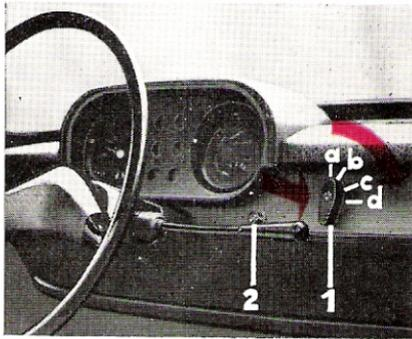

Bild 14
Die **Scheibenwischer** können durch Drehen des Schalters (1) in Uhrzeigerichtung betätigt werden (Bild 14). Es stehen zwei Dauergeschwindigkeiten und zwei Intervallgeschwindigkeiten zur Verfügung.
Die Benutzung der Warnblinkanlage entbindet in der DDR nicht vom Aufstellen des vorgeschriebenen Autobahndreibeckes (Bild 14).